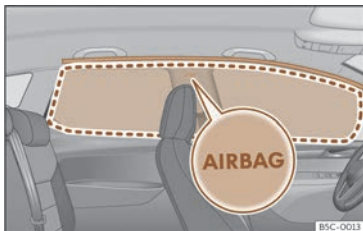

Abb. 36 Einbauort der Kopfairbags
>>> (**Abb. 36**) und ihre Einbauorte sind mit dem Schriftzug „AIRBAG“ gekennzeichnet.
Der eingerahmte Bereich wird vom auslösenden Kopfairbag erfasst (Entfaltungsbereich) >>> (**Abb. 36**). Deshalb dürfen in diesen Bereich niemals Gegenstände abgelegt oder befestigt werden >>> △.
- Stellen Sie sich, dass Kinder richtig in ihren Sitzen sitzen und ihren Kopf nicht in den Entfaltungsbereich der Kopfairbags halten >>> (**Abb. 36**), da sie beim Auslösen der Airbags von diesen getroffen werden und schwere Verletzungen erleiden könnten.